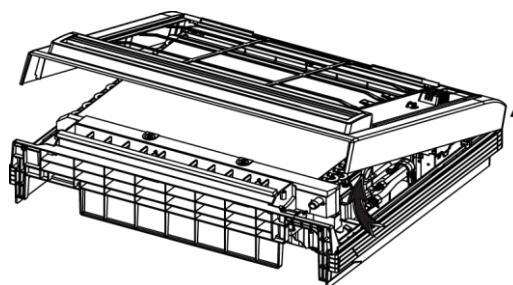

Fig. 50-8
- Abrir el suelo de la placa frontal a un ángulo de 30 grados y se podrá retirar la parte superior de la placa frontal. (Véase fig.50-8)